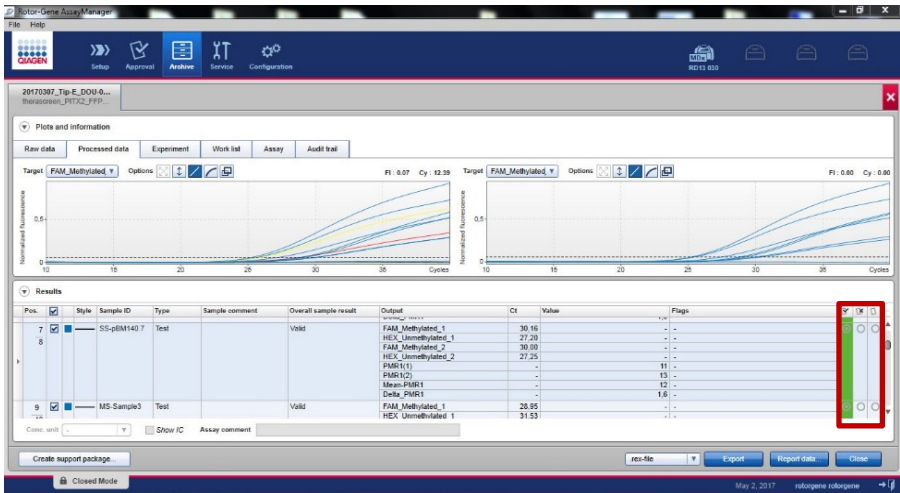

Figura 13. Verifica della curva di amplificazione.
3. Verificare le curve di amplificazione per ogni campione e barrare la prima casella alla destra della colonna "Flags" (Contrassegni); la casella diventa verde (Figura 13).